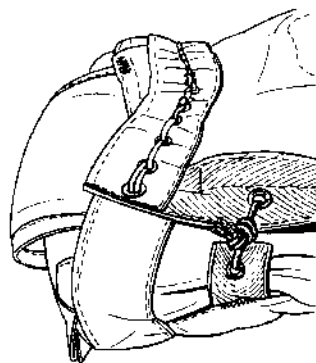

Fig. 4.12 - Fixation du rabat de protection
- un tour de drisse polyamide de 100 daN (2 x 30 cm), nœud de huit, nœud de plein-poing (fig. 4.12).